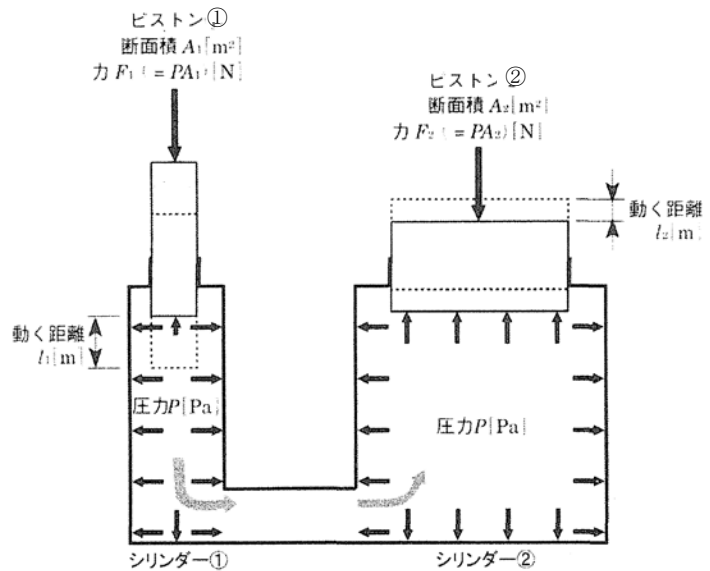

図 3.59 油圧の力の関係
いま、図3.59のように液体の入ったシリンダーの容器を想定する。まず、左右のシリンダーのピストン断面積をどちらも 1 cm^2 と仮定し、左側のピストン①に 1 MPa の力を加えると、右側のピストン②にも左側のピストン①と同じ 1 MPa の力として作用する。すなわち、両方のピストン断面積がまったく等しい場合は、左右のピストンは、力そのまま移動する。同じ距離だけ互いに上下する。